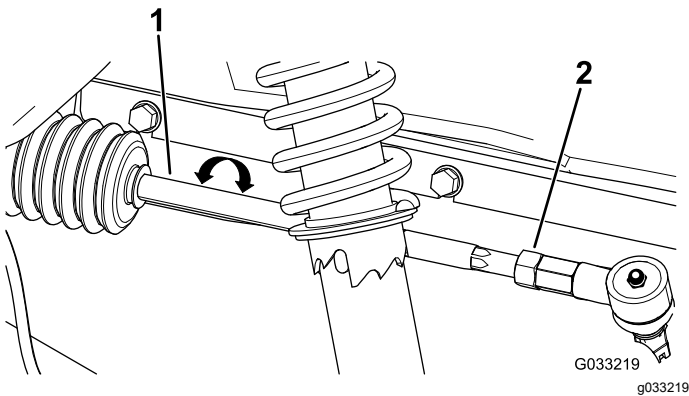

Bild 51
2. Wenn der Wert nicht zwischen 0-6 mm liegt, lösen Sie die Klemmmuttern am äußeren Ende der Spurstangen (**Bild 51**).